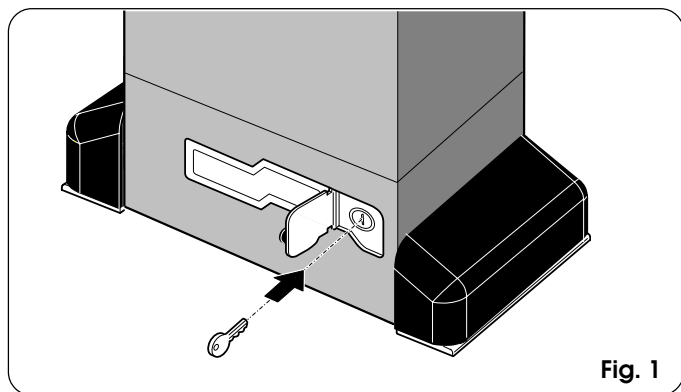

Fig. 1
- 1) Ouvrir le capot de protection et introduire dans la serrure la clé spécifique fournie d'après la Fig. 1.